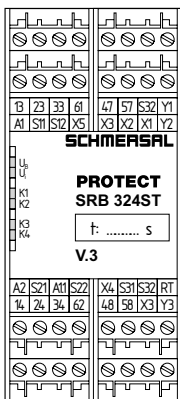

Abb. 1
5.2 Klemmenbeschreibung (siehe Abb. 1)